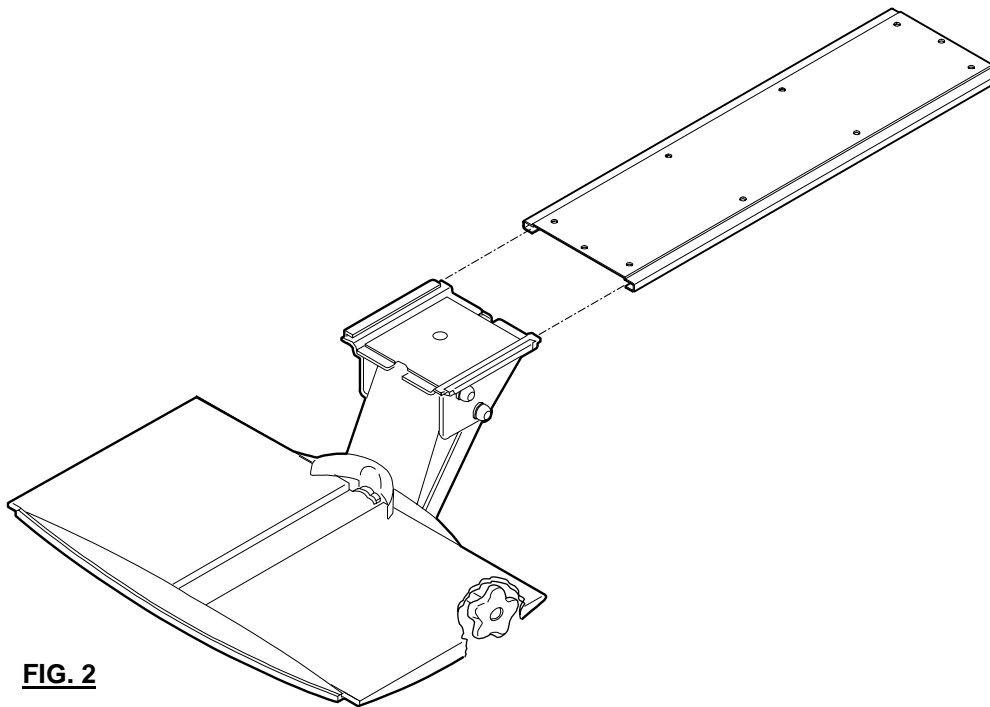

FIG. 2
3. Loosen knob and lower the arm to its lowest position. Tighten knob by turning clockwise. **NOTE:** AKPF-1 and NAK-1 are already in lowest position (Fig. 2).
4. Slide arm/tray assembly into track groove (Fig.2).
4. Glisser le bras/ensemble tiroir dans la fente de la glissière comme indiqué (Fig. 2).
3. Draai de grote handel los en zet de arm op zijn laagste stand. Zet de handel stevig vast door hem naar rechts te draaien. **LET OP:** AKPF-1 en NAK-1 staan reeds op hun laagste stand (Fig. 2).
4. Schiuf volgens de afbeelding het armblad-samenstel in de gleuf van het spoor (Fig.2).
4. Deslice el conjunto de brazo y bandeja en al ranura del riel (Fig. 2).